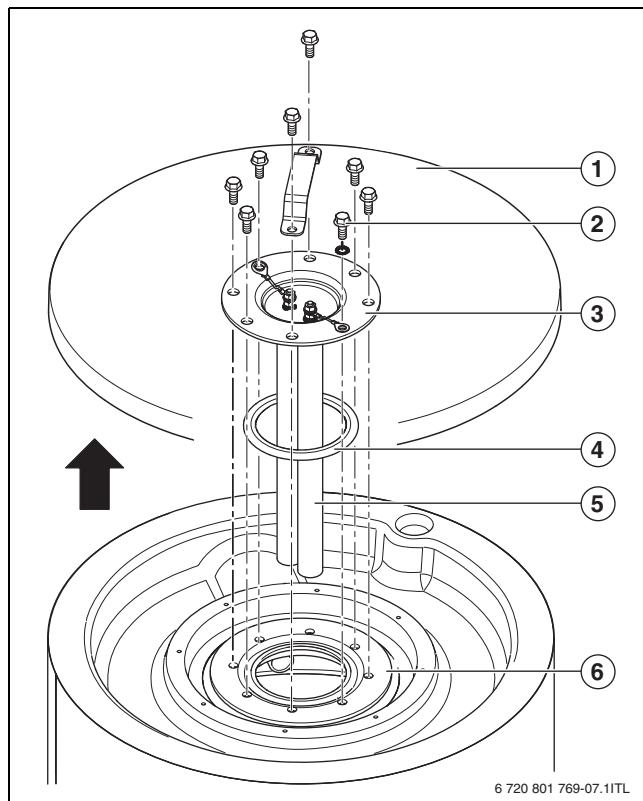
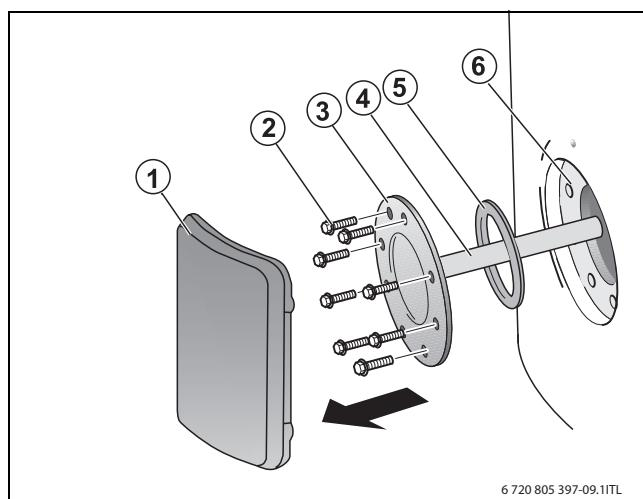

Fig. 17 Démonter le couvercle de la trappe de visite SU54/5
Fig. 18 Démonter le couvercle de la trappe de visite SU80/5, SU100/5
- ▶ Retirer le recouvrement de l'habillage (SU54/5) (→ fig. 17, page 47, [1]) ou le couvercle de la trappe de visite (SU80/5, SU100/5) (→ fig. 18, page 47, [1]) du ballon ECS.
- Démonter la trappe de visite (→ fig. 17, page 47) si ce n'est pas encore le cas.